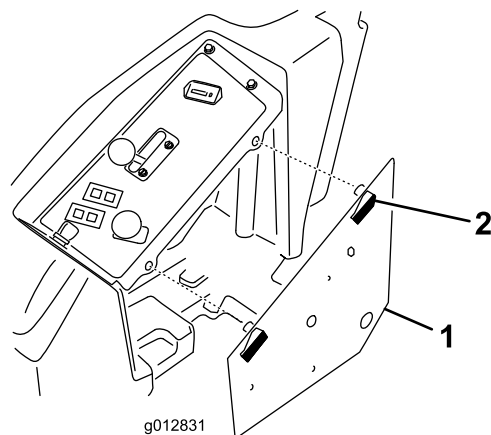

Figura 22
4. Abra a tampa do painel de controlo e retire (Figura 22).
6. Abra a tampa do painel de controlo e retire (Figura 22).